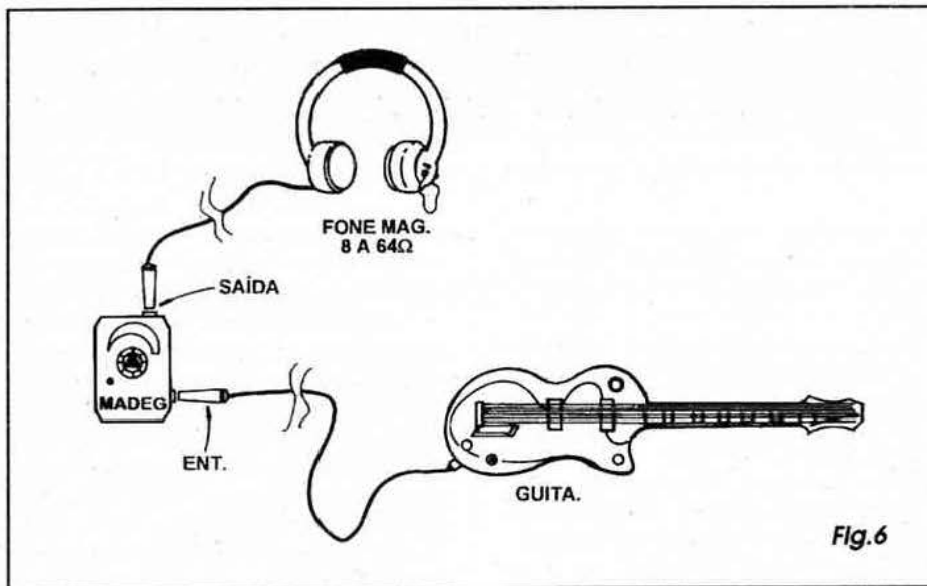

Fig.6
- FIG. 6 - USANDO O MADEG... - Acreditamos que já deve ter ficado mais do que claro o modo como o dispositivo é usado, porém a ilustração dá todas as *dicas*, com detalhes... Com o conjunto guitarra/MADEG/fones disposto no modo indicado, é só colocar os fones nas *zoreia*, ligar o MADEG (ajustando o ganho/volume para um ponto confortável) e... *atacar* o instrumento à vontade! Com quase toda a certeza, a fidelidade do som será ainda melhor do que a normalmente obtida com o instrumento diretamente ligado ao costumeiro amplificador de potência...! Obviamente que os controles e chaves incorporados à própria guitarra deverão também ser ajustados e manipulados *nos conformes*, dentro do que o músico já está acostumado a fazer... Quem quiser intercalar pedais de efeitos e modificadores eletrônicos, poderá fazê-lo *na mesma "posição"* em que normalmente tais dispositivos são usados, ou seja: *entre* a guitarra e o MADEG (que, no caso, está *no lugar* do amplificador de potência costumeiro...). Nesse caso, é bom manter o ajuste de ganho do MADEG em posição mínima, uma vez que os sinais da guitarra, após *passarem* pelos circuitos eletrônicos dos pedais ou modificadores, costumam apresentar-se já bastante *reforçados* em nível...